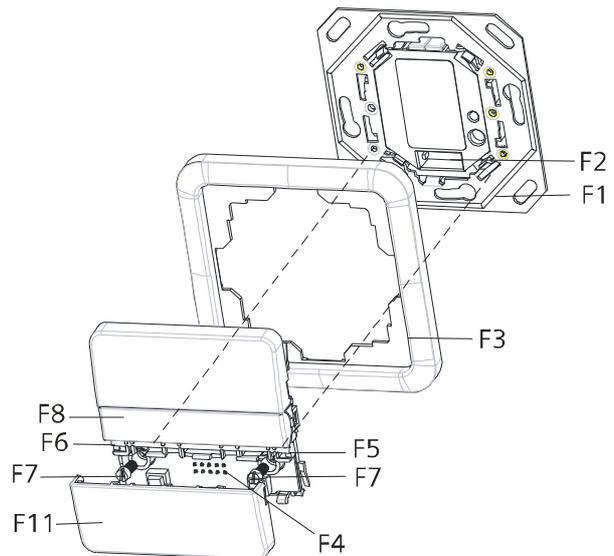

Bild 3: Montager Reihenfolge
- Den Taster (F11, Bild 3) komplett mit dem Rahmen (F3) von dem Busankoppler UP (F1) abziehen: